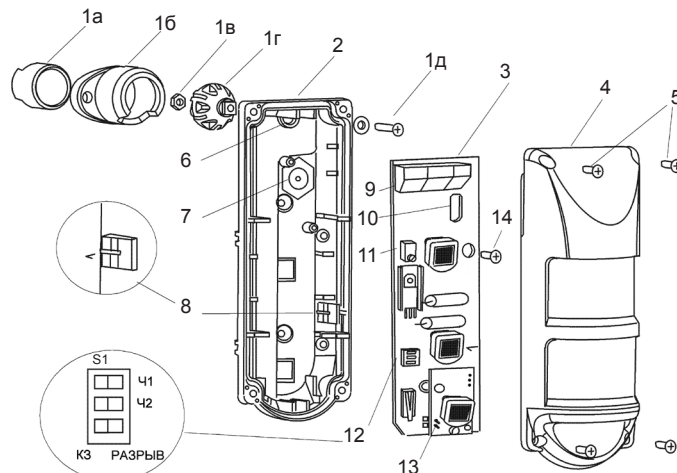

Рисунок 2 – Конструкция извещателя
5.2 На печатной плате (3) (рисунок 2) расположены элементы настройки извещателя: перемычка включения/выключения индикации (13), блок переключателей (12) и потенциометр (11) для регулировки верхнего уровня тока потребления.
5.6.2 Измерить падение напряжения на выводах ШС и вращением оси многооборотного потенциометра (11, рисунок 2) регулировки тока извещателя восстановить падение напряжения между выводами ШС до уровня, измеренного в п. 5.6.2.
5.6.6 Измерить падение напряжения на выводах ШС и вращением оси многооборотного потенциометра (11, рисунок 2) регулировки тока извещателя восстановить падение напряжения между выводами ШС до уровня, измеренного в п. 5.6.2.